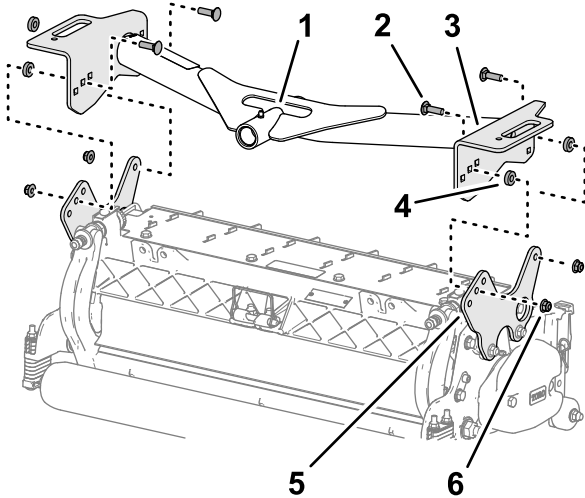

Figura 19
1. Allineate i fori nelle piastre del telaio portante anteriore con i fori nelle piastre di montaggio dell'apparato di taglio (Figura 19).
2. Allineate un distanziale tra la piastra portante e la piastra di montaggio (Figura 19) e assemblate senza serrare le piastre e il distanziale con un bullone a testa tonda ( $\frac{3}{8}$ " x  $1\frac{1}{4}$ " ) e un dado di bloccaggio flangiato ( $\frac{3}{8}$ " ).